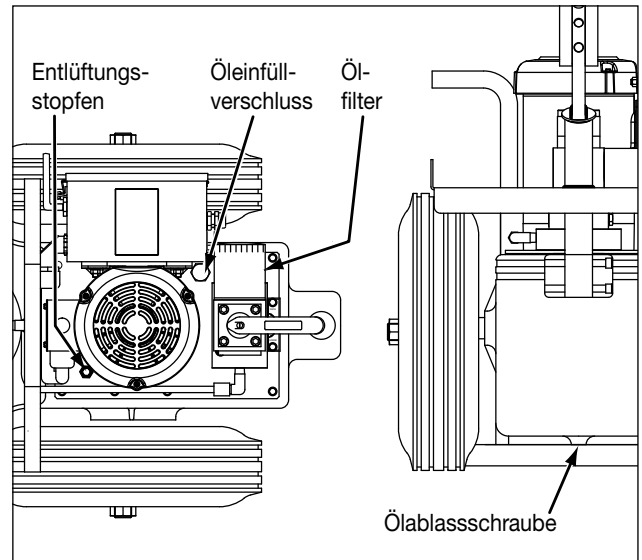

Abbildung 7: Ölwechsel
6.2 Ölwechsel (siehe Abbildung 7)
4. Entlüftungsstopfen entfernen, reinigen und wieder anbringen. Dieser befindet sich an der oberen Abdeckung des Behälters. Für die Position siehe Abbildung 7.